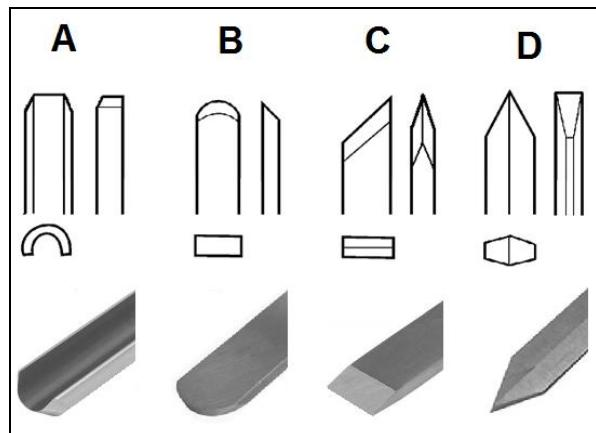
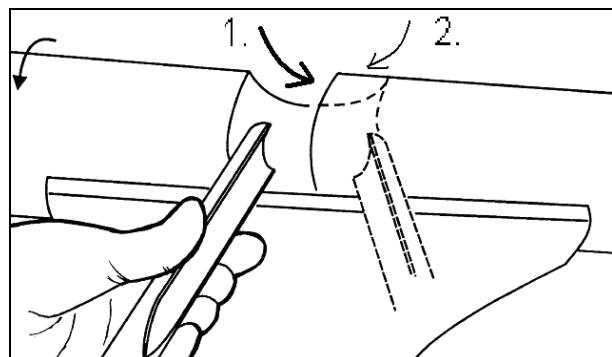

Fig. 18
Fig. 19
**La gouge (A, Fig. 18),** Outil le plus important, il sert au dégrossissage, au creusement des bols et assiettes et au tournage de rétrécissements (Fig. 19).
**Le racloir (B, Fig. 18).** Sert au calibrage intérieur et extérieur et à l'élimination des stries d'usinage.
**Le biseau (C, Fig. 18).** Sert au tournage de rainures en V et au calibrage extérieur.
**Le tronquoir (D, Fig. 18).** Sert au travail direct dans la pièce d'œuvre, par ex. pour détalonner et pour délimiter. Il peut aussi servir de racloir.